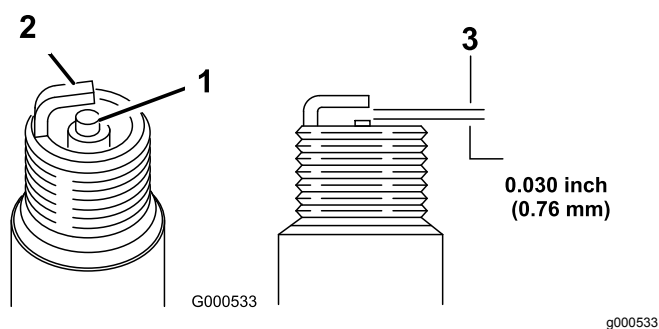

Figure 21
5. Réglez l'écartement des électrodes de la bougie neuve à 0,76 mm, comme montré à la Figure 21.